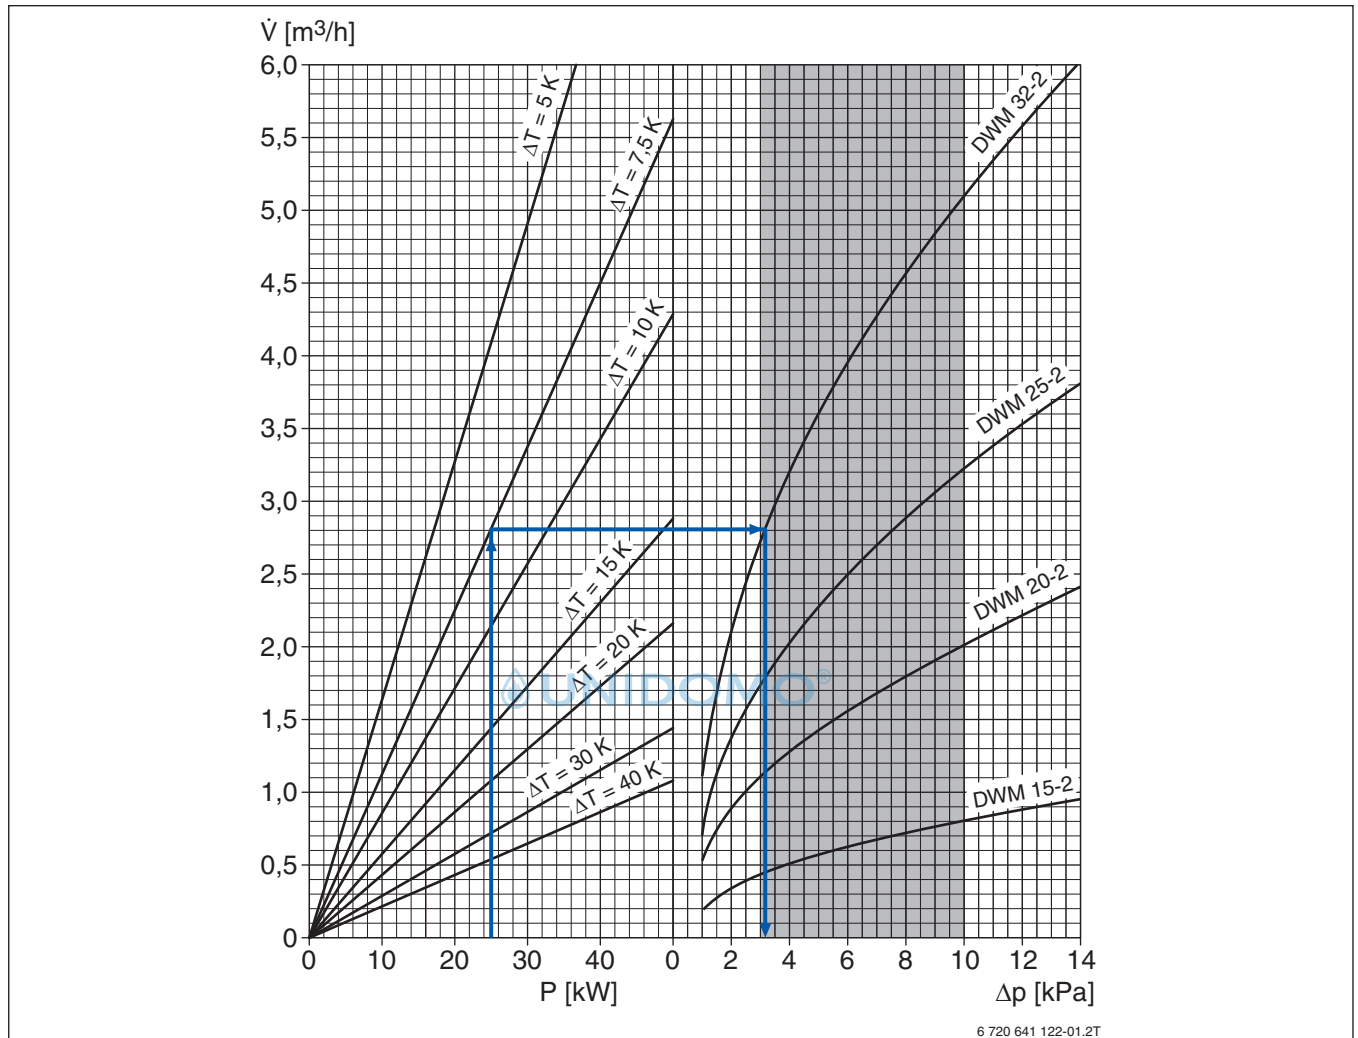

Bild 55 Auslegungsdiagramm für 3-Wege-Mischer
Um eine gute Reglercharakteristik zu erreichen, sollte der Druckabfall im Mischer etwa gleich dem Druckabfall des sogenannten „mengenvariablen“ Teils des Rohrnetzes sein, also ebenfalls ca. 3,0...10,0 kPa. Dieser Zusammenhang liegt dem Dimensionierungsdiagramm Bild 55 zugrunde.
- In der linken Hälfte von Bild 55 den Schnittpunkt von der Leistungslinie und der Temperaturdifferenzlinie suchen.
- In der linken Hälfte von Bild 55 den Schnittpunkt von der Leistungslinie und der Temperaturdifferenzlinie suchen. Der Schnittpunkt liegt bei dem Durchfluss von ca. 2,8 m³/h.